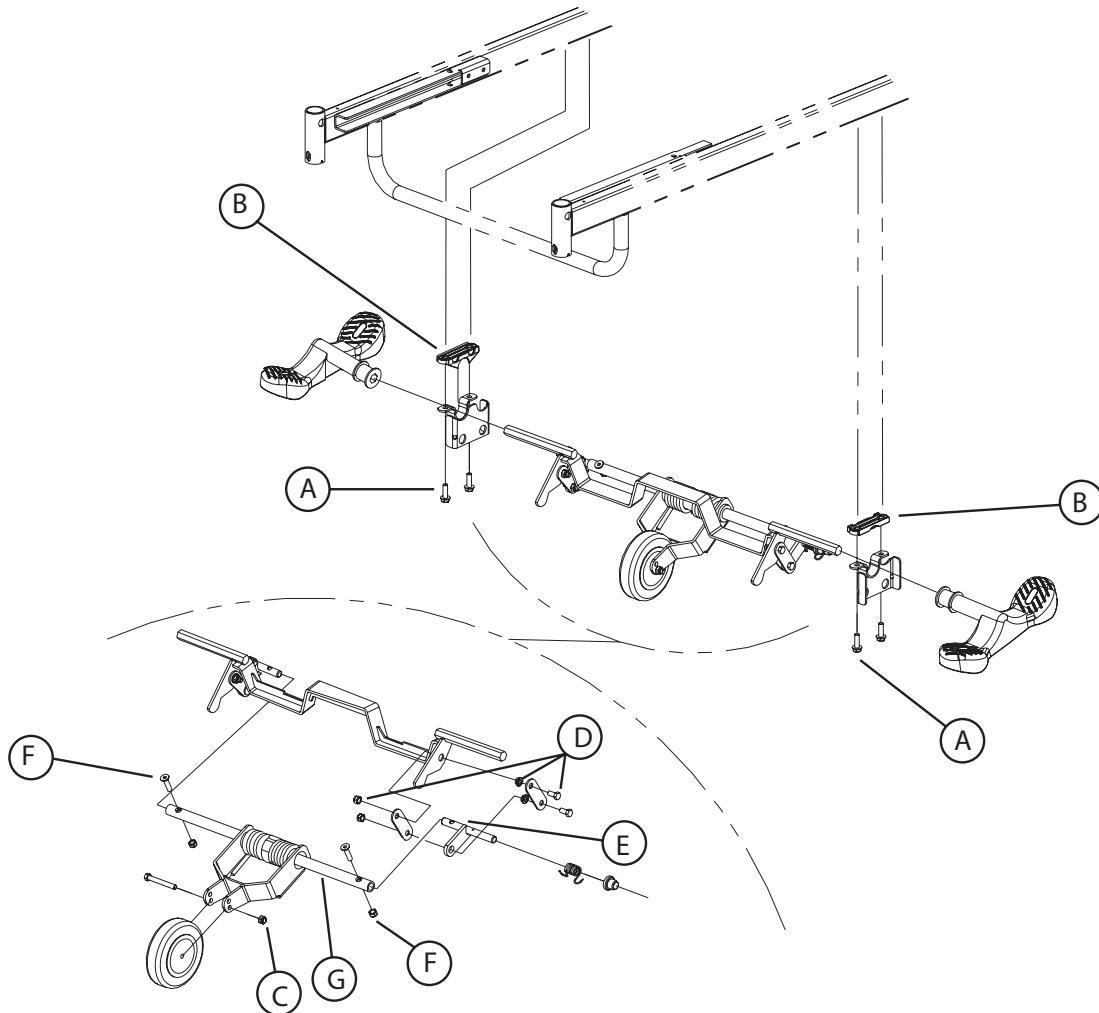

Figure 4.4 A
4. À l'aide de la douille 1/2", retirez les deux boulons (A) retenant le support de 5e roue (en option) ou le support de balancier (F, Figure 4.4 B (sans l'option 5e roue), page 61) du côté de la pédale à remplacer et déposez le support. Récupérez l'espaceur moulé (B).
À moins d'indications contraires, référez-vous à la Figure 4.4 A, page 57 pour cette procédure de remplacement.